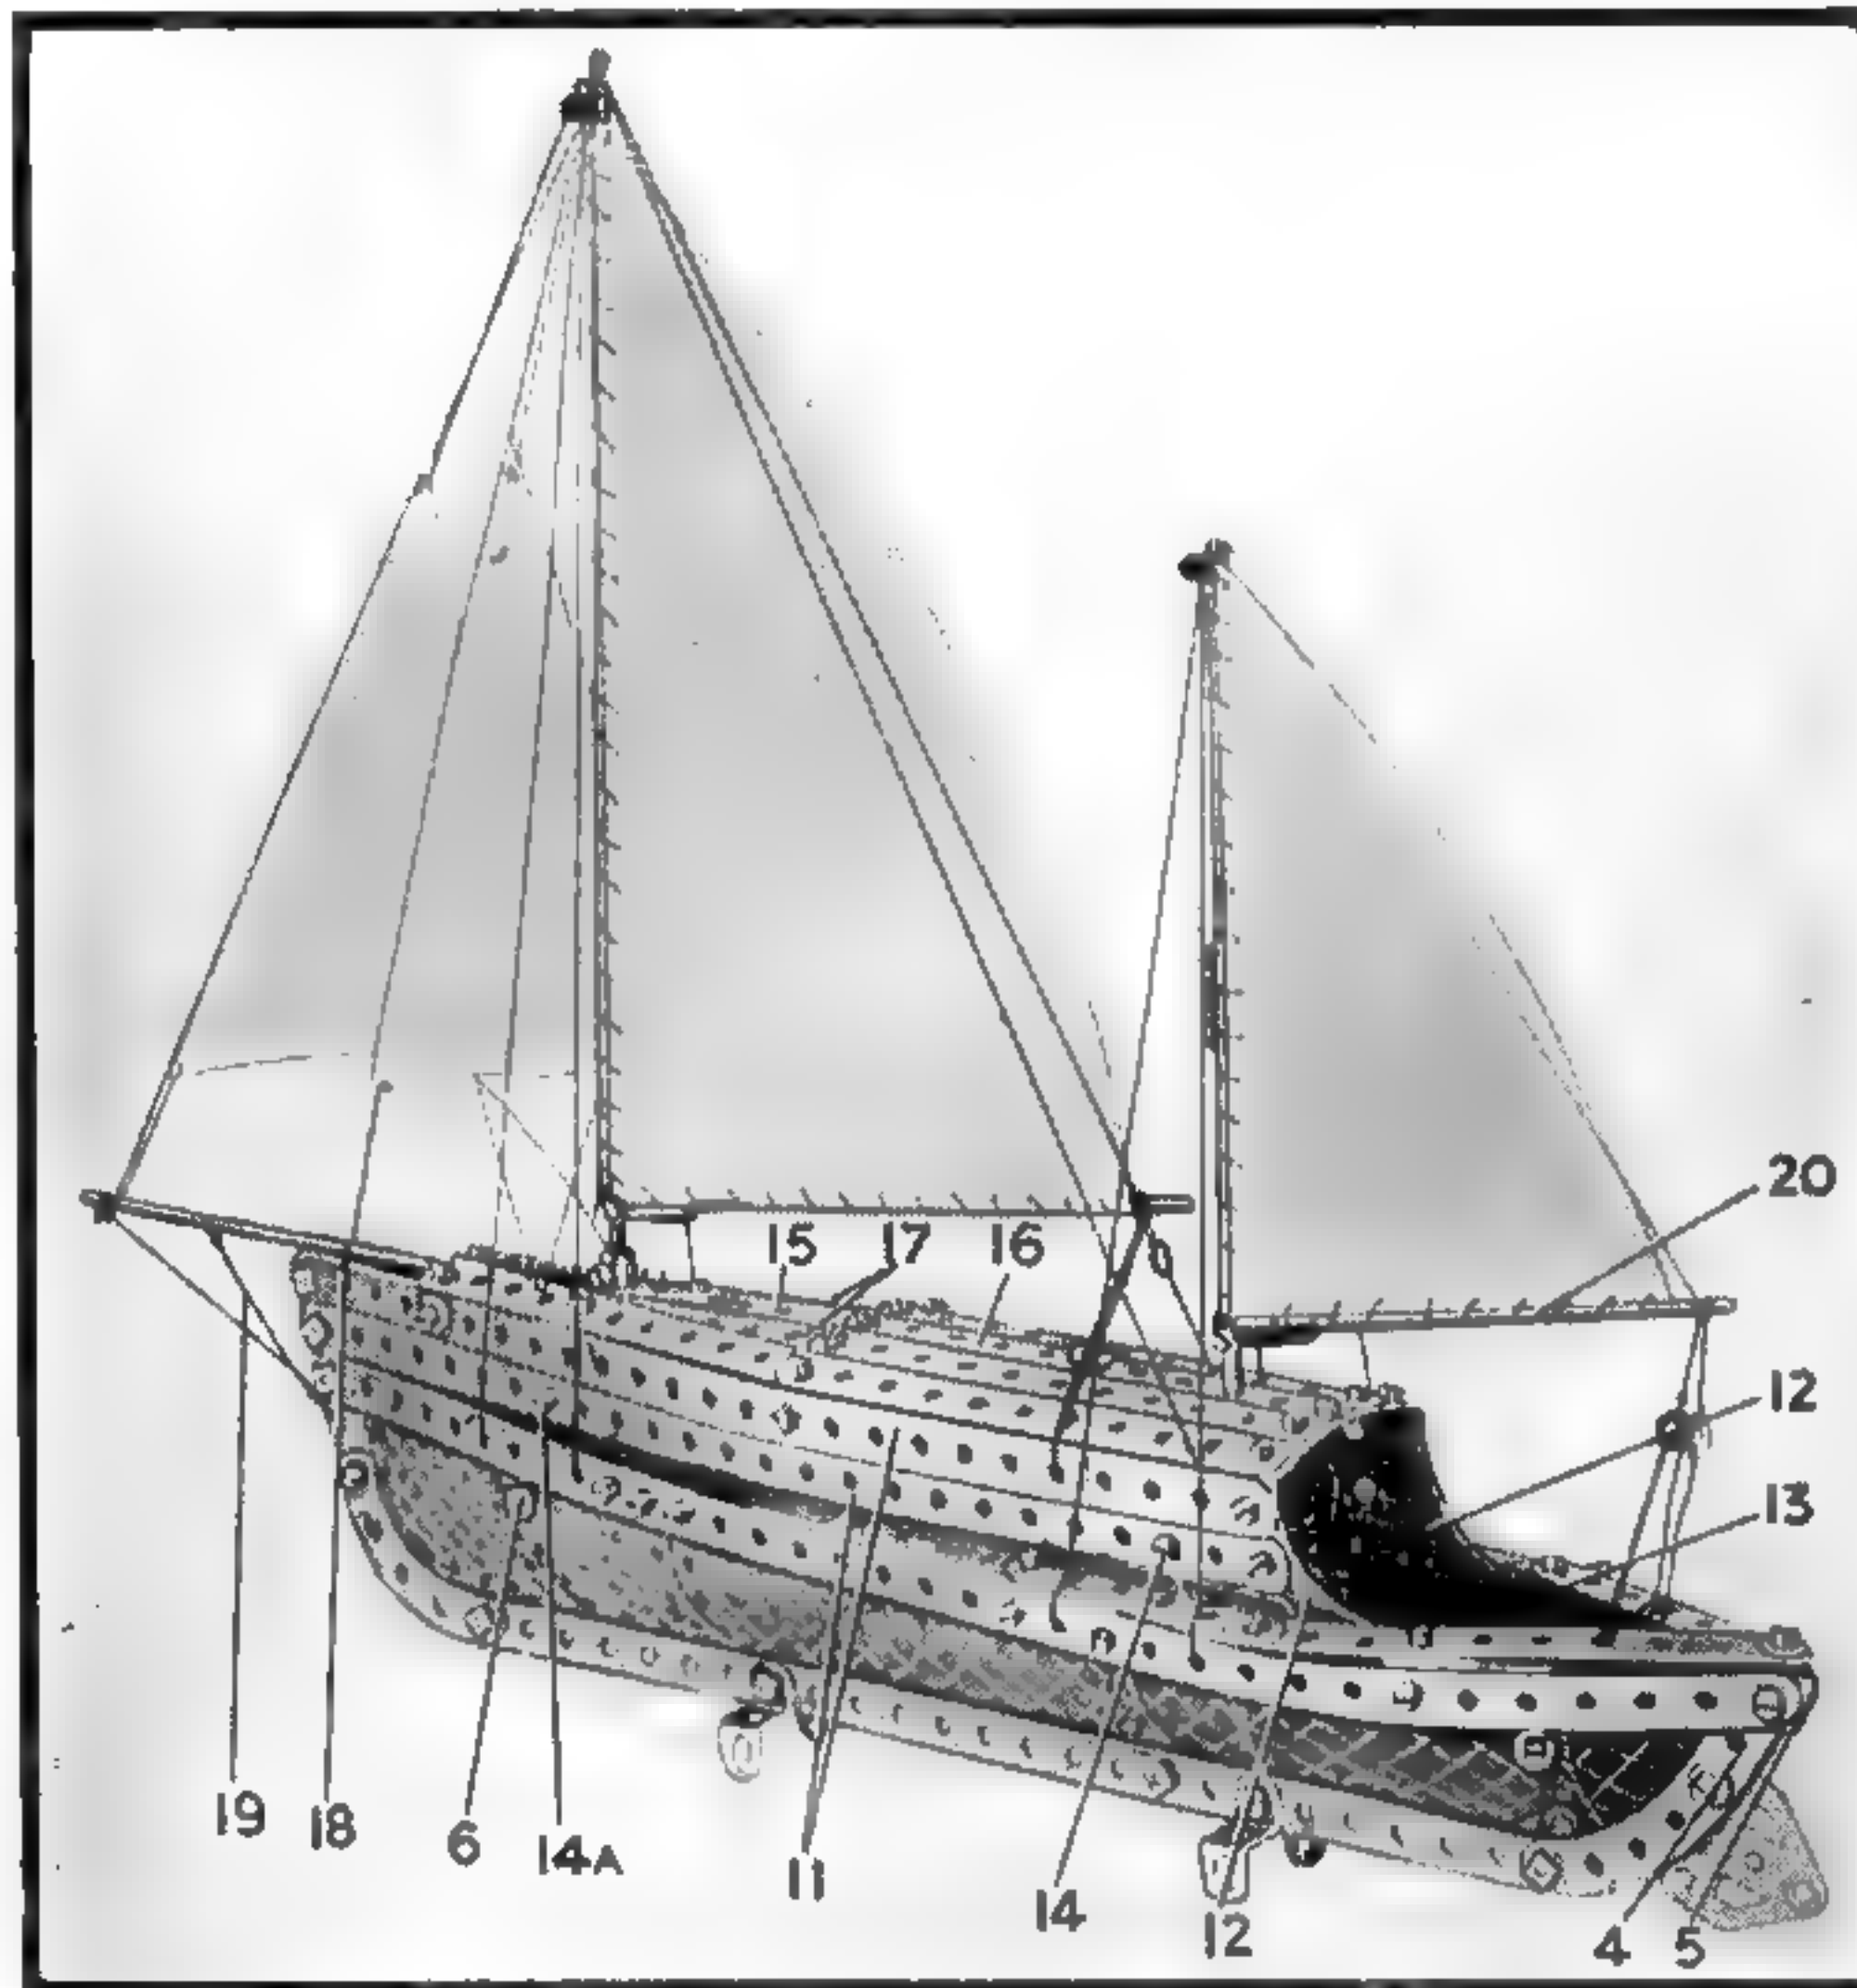

Fig. 1. Yacht à voiles.
Le modèle de la figure 1 représente un yacht à voiles d'un type très répandu et qui peut être facilement obtenu par la transformation d'un canot ordinaire quelconque, tel qu'une embarcation de sauvetage.
Deux Bandes Coudées de 60×12 mm. sont légèrement courbées à la forme du dessus de la cabine, comme indiqué sur la figure 1, et boulonnées entre ses deux côtés. A ces Bandes Coudées sont fixées cinq Bandes de 14 cm. Trois Bandes similaires sont fixées à la Bande Coudée du devant, celle du milieu (15) se recouvrant sur deux trous avec la Bande 16. Deux Bandes de 9 cm. 17 sont également fixées à cet endroit. Chacune des passerelles qui longent la cabine sur les deux côtés du yacht consiste en quatre Bandes (une de 5 cm., une de 7 cm. 1/2 et deux de 9 cm.), toutes boulonnées à des Équerres de 12×12 mm. fixées à la coque.